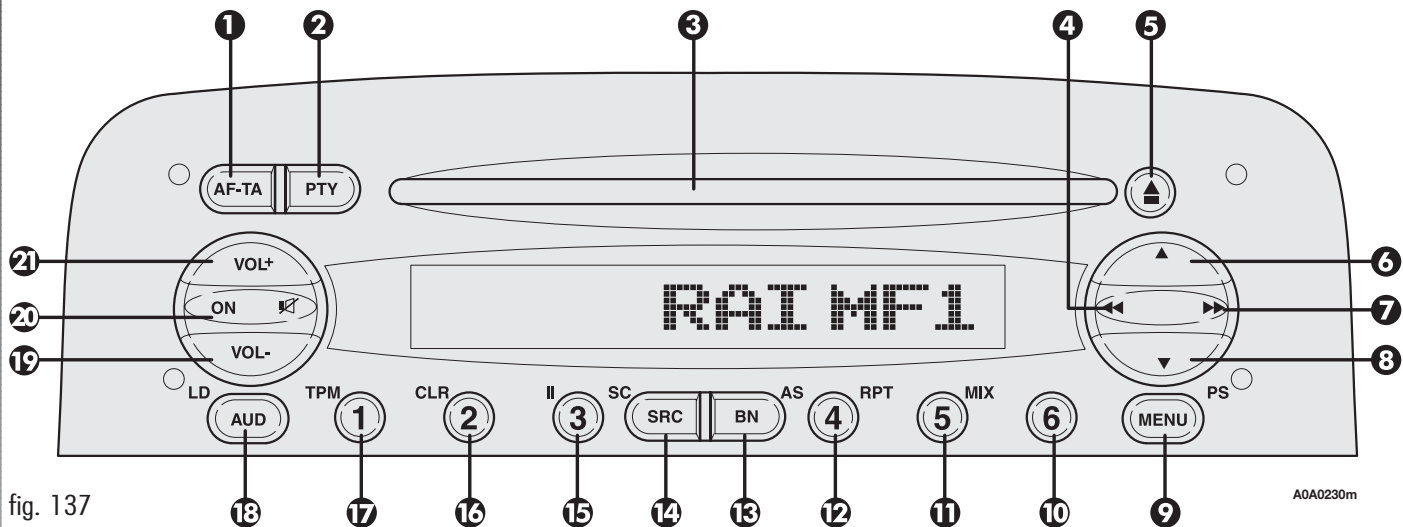

fig. 137
## COMMANDES SUR LA FACADE (fig. 137)
**FONCTIONS ET REGLAGES (fig. 137)****Allumage de l'appareil**